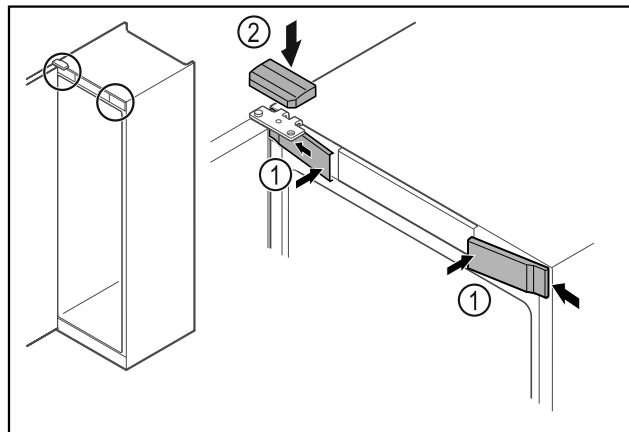

Fig. 63
- Futni nga anash kapakët mbulues të përpamë Fig. 63 (1) dhe mbërthejini.
- Mbërtheni nga lart kapakun mbulues të sipërm Fig. 63 (2).